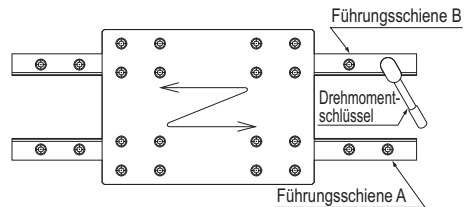

Abb. 28
- (4) Der Tisch wird mehrere Male verfahren und der Verschiebewiderstand geprüft, gleichzeitig wird die Führungsschiene A mittels eines Drehmomentschlüssels befestigt (Abb. 28).